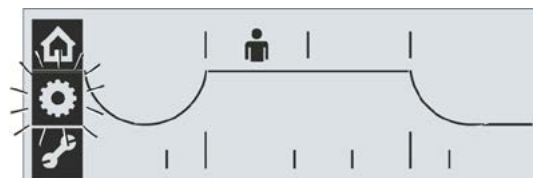

Abb. 1: Menü Endlagen anwählen
1. Menü ‚Endlagen‘ anwählen: Drive Controller drehen bis der Rahmen des Zahnrad-Symbols blinkt (Abb. 1). Das Zahnrad-Symbol selbst wird invers angezeigt.